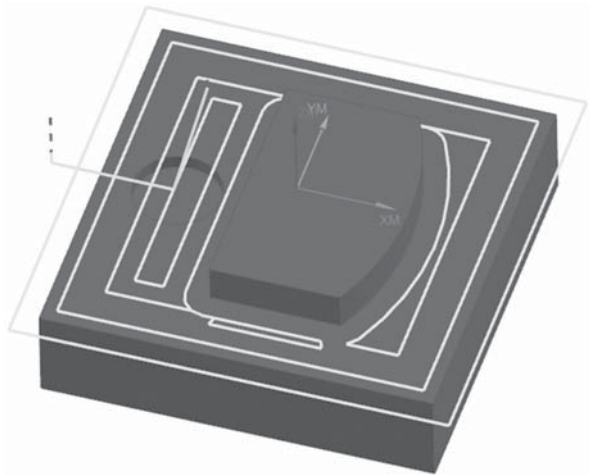

图 2-1-28 切削模式
(4) 在刀轨设置区域中的“切削模式”对话框中选择  跟随周边 切削模式选项, 如图 2-1-28 所示。